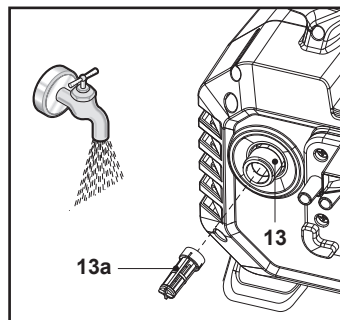

Fig. 16
2. Îndepărtează filtrul (13a) din racordul de admisie a apei (13) și clătește sub jet de apă de la robinet pentru a îndepărta eventualele obiecte străine (Fig. 16). Apoi montează la loc filtrul (13a).